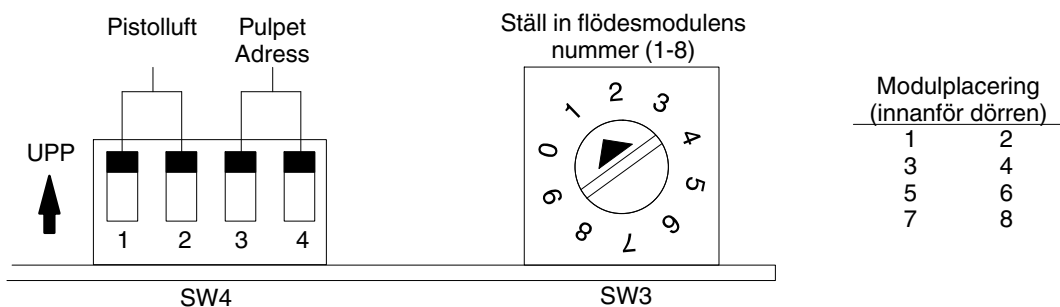

Bild 3-3 Moduladress iFlow
Se bild 3-3 och Tabell 3-1.
**Modulnummer (SW3):** Ställ in vridomkopplaren på varje modul till rätt modulnummer. Modulerna är numrerade så som visas i modulplaceringsskissen i bild 3-3.